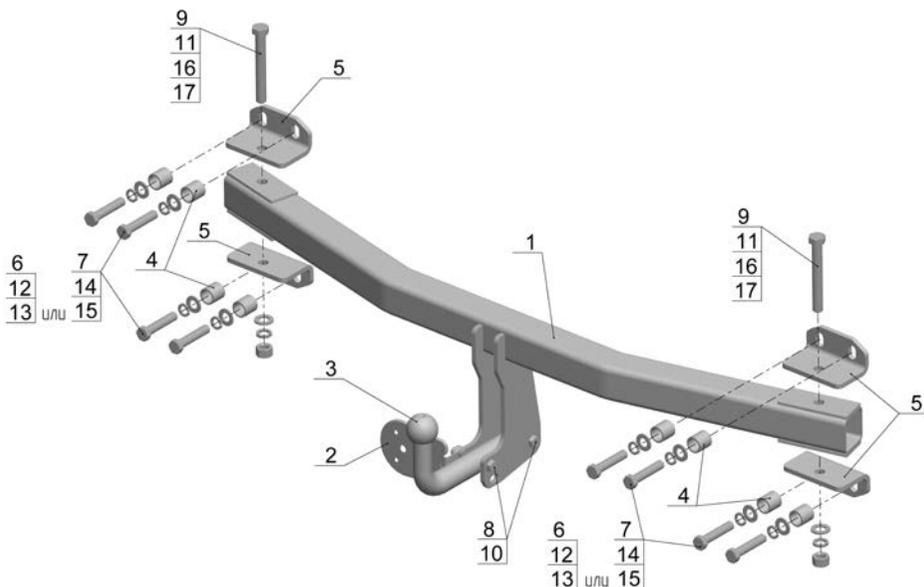

Рис.1.
- Установить ТСУ (рис.1) на автомобиль свободно, используя кронштейны (поз.5) и крепежные элементы (поз.9,11,16,17). Кронштейны (поз.5), крепить крепежными элементами (поз.4,6,12,13) или (поз.4,7,14,15), в зависимости от размера отверстий в автомобиле;